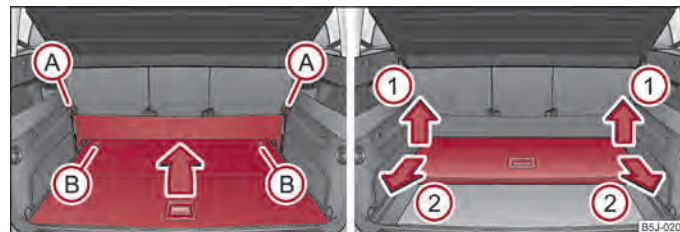

Fig. 49 Bagagliaio: ripiegamento / estrazione del piano di carico variabile
- Sganciare gli anelli (A) ⇒ fig. 49 del divisorio elastico dai punti di fissaggio.
- Girare i perni di bloccaggio (B) ruotandoli di 180° verso sinistra e sbloccare il piano di carico variabile ⇒ fig. 49.
- Tirare il piano di carico variabile nel senso indicato dalla freccia ① ⇒ fig. 49 ed estrarlo tirandolo nel senso della freccia ② ⇒ fig. 49.